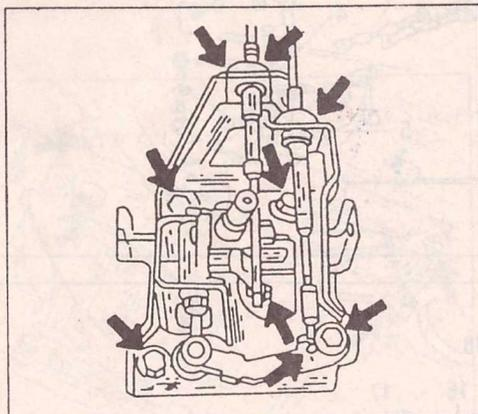

Рис. 180.
- Отвернуть болты (7) и (8) (рис. 180 и 176). Снять отверткой хомуты крепления троса. Тросы закреплены к рычагу переключения с помощью шплинтов и шайб. После отсоединения деталей вынуть кабель.